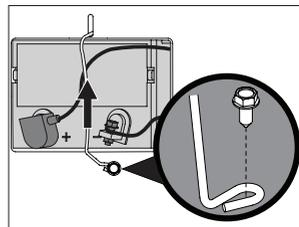

Fig. 27
- Remova o parafuso flangeado que segura o suporte de fixação da bateria ao chassi. Em seguida, vire para cima o suporte de fixação para liberar a bateria, [Fig. 27].